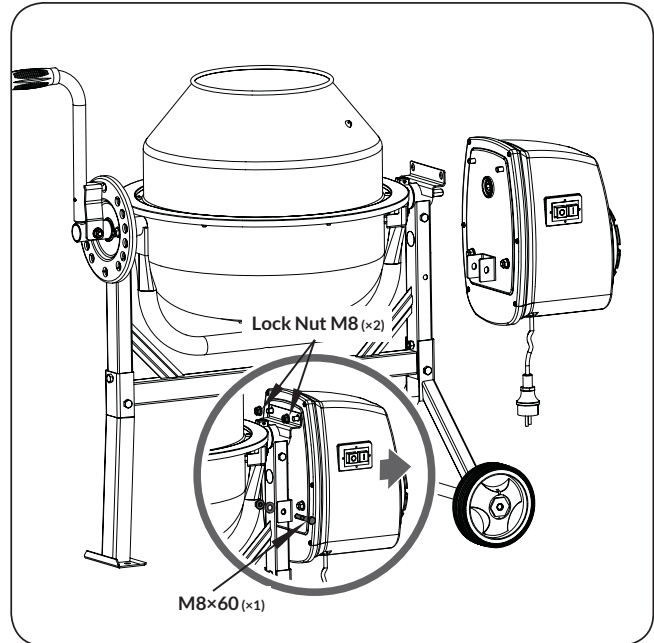

Figure 9a
1. Remove the motor. (see **Figure 9a**)